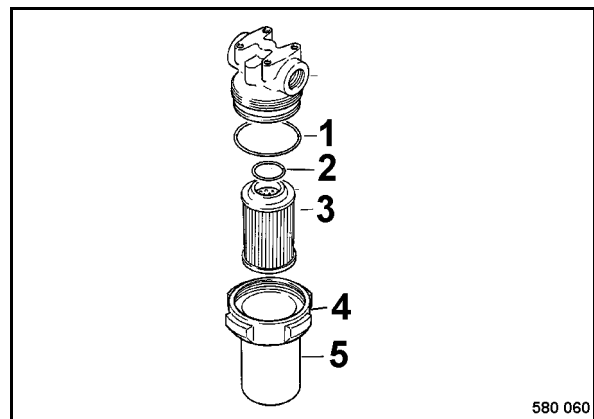

fig. 146
- Dévisser l'écrou-raccord 4 (fig. 146) et retirer le pot du filtre (5) avec l'élément filtrant (3).